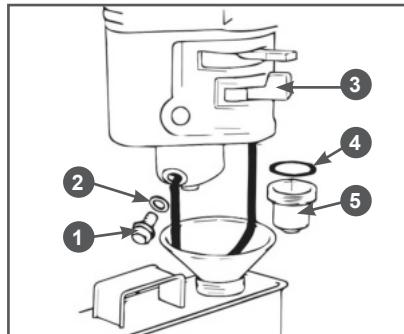

Рис. 19 Обслуживание фильтра-отстойника
1. Установите рычаг топливного крана 3 (Рис. 19) в положение «ЗАКРЫТО».
3. Открутите болт 1 сливного отверстия и слейте топливо из поплавковой камеры карбюратора (Рис. 19).
4. Открутите стакан отстойника 5, вылейте из него топливо в заранее подготовленную емкость (Рис. 19).
- Слейте топливо из топливного бака и карбюратора (Рис.19).